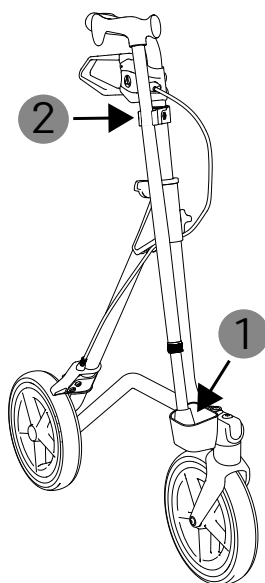

Abb. 13
1. Zum Abstellen Ihres Gehstocks positionieren Sie zuerst den Gummifuß des Gehstocks im unteren Teil des Stockhalters (1, Abb. 13).
2. Klicken Sie dann mit leichtem Druck den Stock in die obere Klammer des Stockhalters (2, Abb. 13).